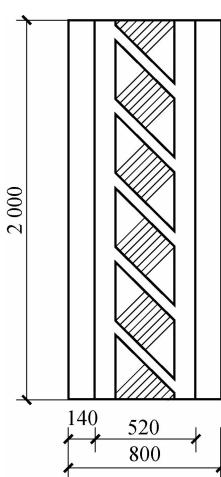

图 4-49 待填充图形
2. 使用图案填充命令填充如图 4-49 所示的图形中的阴影部分。